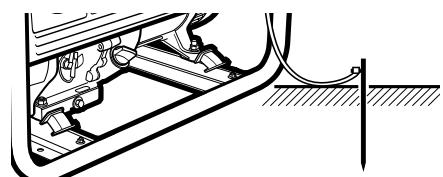

Рис. 13
**2.** Проверьте заземление генератора (**рис. 13**). Следуйте требованиям правил установки заземления, описанным в пункте 9.4, (**стр. 20**) «Заземление» настоящего руководства.